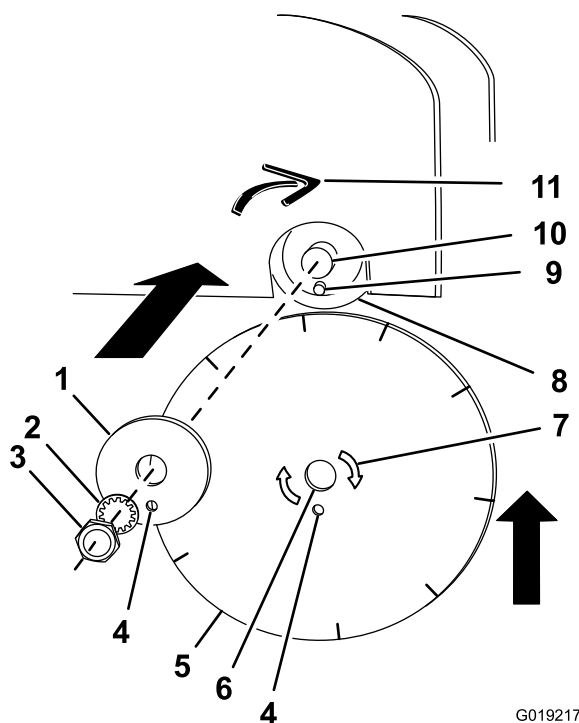

Figure 17
- Alignez le trou d'arbre dans la lame sur l'arbre et rapprochez la lame du disque intérieur (Figure 17).
- C. Alignez le trou de goupille d'entraînement de la lame sur la goupille d'entraînement qui dépasse du disque intérieur. Montez la lame contre le disque intérieur (Figure 17).
- D. Alignez le disque extérieur sur l'arbre et rapprochez-le de la lame (Figure 17).
- E. Alignez le trou de goupille d'entraînement du disque extérieur sur la goupille d'entraînement qui dépasse de la lame, puis montez le disque contre la lame (Figure 17).
- G. Remettez la rondelle-frein et l'écrou de l'arbre (Figure 17).